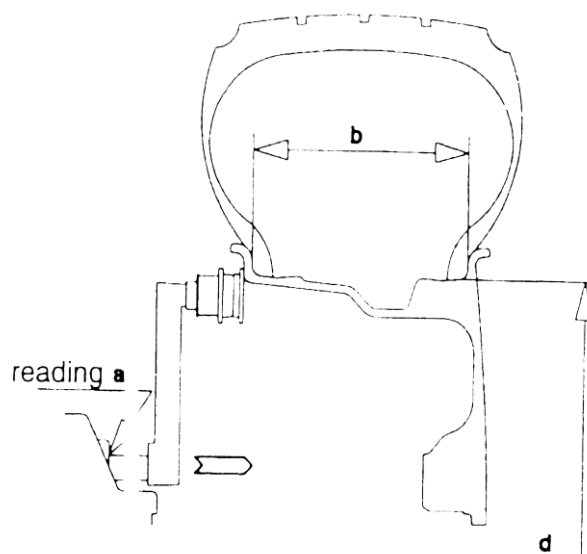

Рис. 4
- Повернуть выключатель станка в положение «ON». Вытянуть наконечник измерительной рейки до касания боковой поверхности внутренней стороны обода колеса как показано на Рис. 4
5. **Внимание:** вывод на дисплеи «А» и «В» значений дисбалансов менее 5 г осуществляется нажатием кнопки «I». (Рис. 4).